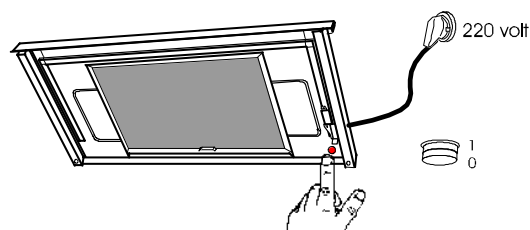
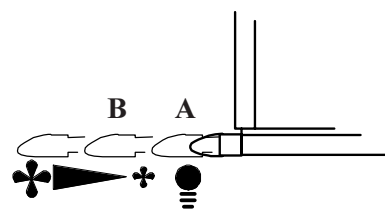

Fig 1.
Fig 2.
For at ventilatoren skal fungere må hovedstrømbryteren være nertrykt (Fig. 1). Ventilatoren reguleres med den uttrekkbare skjermen (Fig. 2). Når skjermen er i posisjon (A) tänds belysningen. Når skjermen er i posisjon (B) starter motoren på lav hastighet. Hastigheten øker når skjermen trekkes videre ut.